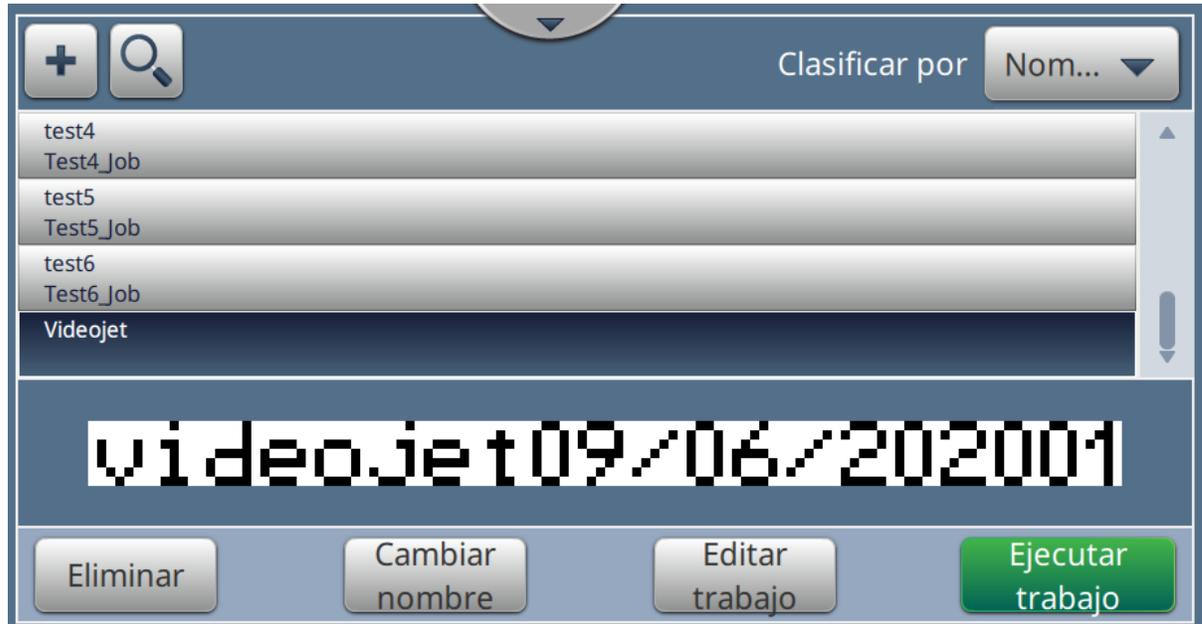

Figura 5-28: Lista de trabajos
32. El trabajo "Videojet" se agrega a la lista de trabajos, como se muestra en la Figura 5-28.